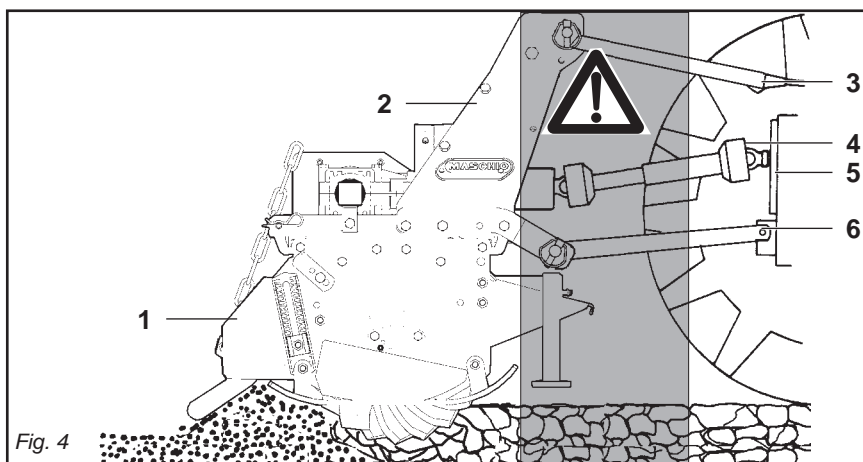

Fig. 4
- 25) *It is absolutely forbidden to stand between the tractor and the machine (Fig. 4) when the engine is running and the cardan shaft is engaged without having first engaged the hand brake.*
- 25) Il est absolument interdit de se mettre entre le tracteur et l'appareil (Fig. 4) quand le moteur est en marche et le cardan enclenché, sans avoir tiré le frein de stationnement.
- 25) Es ist absolut verboten, bei laufendem Motor und eingeschalteter Gelenkwelle zwischen den Schlepper und das Gerät zu treten (Abb.4). Dazu muß die Feststellbremse gezogen werden. Achten Sie bei der Arbeit mit der Maschine auf den nötigen Sicherheitsabstand aufgrund der Auswurfgefahr stumpfer Gegenstände.
- 25) Está terminantemente prohibido colocarse entre el tractor y el equipo (Fig.4) con motor encendido y cardán inserido, o sin haber accionado el freno de estacionamiento. Manténgase a una distancia de seguridad de la máquina durante el trabajo, porque puede proyectar objetos.
- 29) È assolutamente vietato interpersi fra il trattore e l'attacco della macchina per manovrare il comando dall'esterno per il sollevamento (Fig. 4).
- 29) It is absolutely forbidden to stand between the tractor and the implement when manoeuvring the lift control from the outside (Fig. 4).
- 29) Il est absolument interdit de se mettre entre le tracteur et l'attelage pour manoeuvrer la commande de relevage de l'extérieur (Fig. 4).
- 29) Es ist absolut verboten, zwischen den Schlepper und den Anschluß zu treten, um die Aushebung von außen zu betätigen (Abb. 4).
- 29) Está absolutamente prohibido colocarse entre el tractor y el enganche para maniobrar el mando desde el externo en la fase de elevación (Fig. 4).